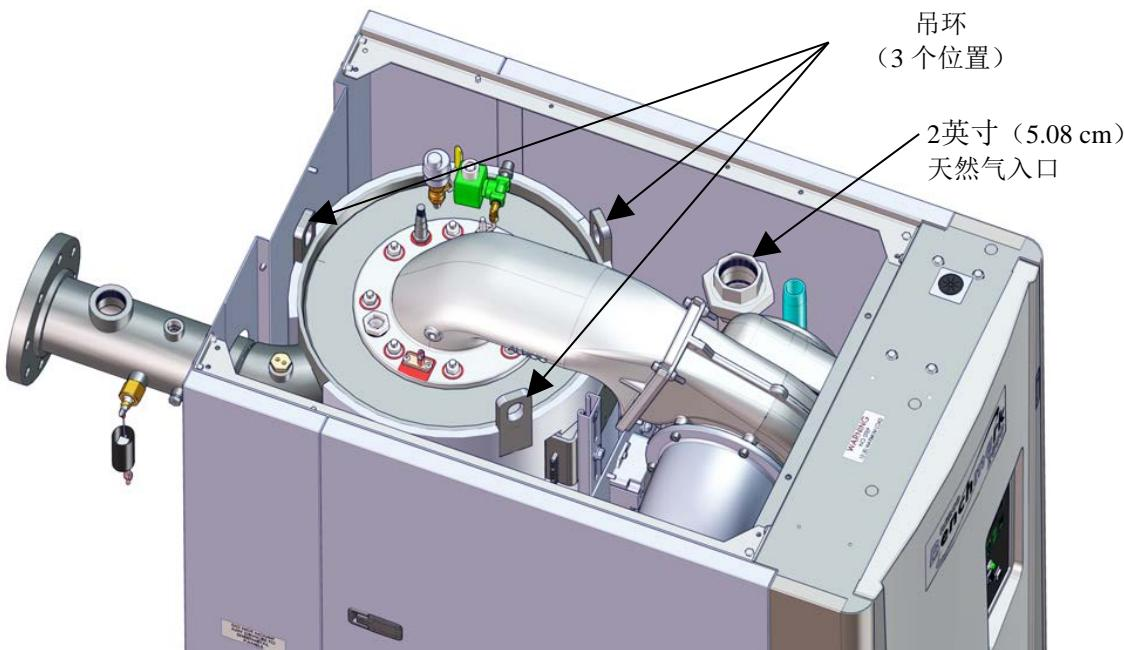

图 2-2：锅炉提升设施
在主热交换器的顶部提供了三 (3) 个提升吊耳，如图 2-2 所示。卸下设备的顶板，以便使用提升吊耳。
基准系列 1500 和 2000 设备在设备顶部包含一个 2 英寸 (5.08 cm) NPT 天然气入口连接，如图 2-2 和 2-3 所示。